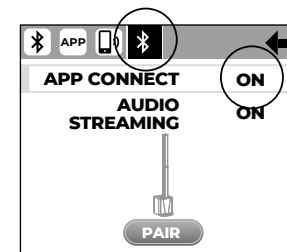

Abb.4
1. Schieben Sie das Element **B** zurück, um es vom Stativ zu lösen (Abb.4)
## 5.3 | BLUETOOTH®-MENÜ-BILDSCHIRM (Abb.4)